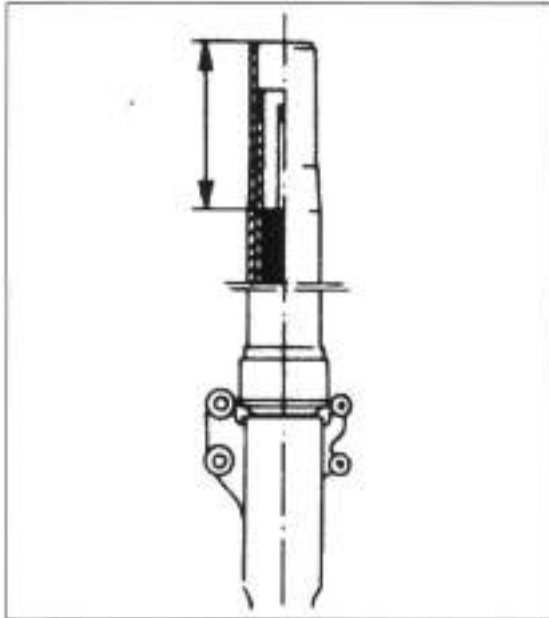

Bild 245
- **6** Standard-Ölpegel bei zusammengesetzten Gabelrohren und Dämpferstange von Rohroberkante gemessen (Bild 245):